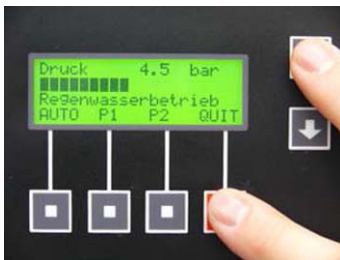

Bild 4
- Drücken Sie gleichzeitig die Taste 4 unter der Anzeige "Quit" und die obere "Pfeil-Taste" auf dem Kontrollelement, Bild 4.